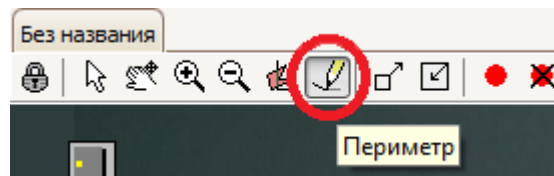

Рисунок 10 - Выбор рисования периметра
- Нажать кнопку рисования линии периметра на панели инструментов (Рисунок 10).